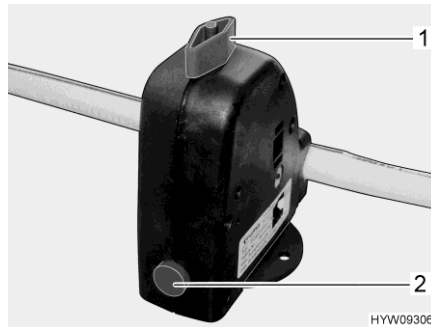

Fig. 214 Valve de sécurité et de vidange (chauffe-eau)
Le chauffe-eau est équipé d'une valve de sécurité et de vidange (Fig. 214). La valve de sécurité et de vidange empêche que l'eau ne gèle dans le chauffe-eau lorsque le chauffage n'est pas allumé en cas de gel.
- Fermer la valve de sécurité et de vidange. Tourner pour cela le bouton rotatif (Fig. 214,1) dans le sens transversal par rapport à la valve de sécurité et de vidange et enfoncer le bouton-poussoir (Fig. 214,2).
- Ouvrir la valve de sécurité et de vidange. Tourner le bouton rotatif (Fig. 214,1) dans le sens longitudinal par rapport à la valve de sécurité et de vidange. Le bouton-poussoir (Fig. 214,2) ressort. Le chauffe-eau est vidé à l'extérieur par le biais de la valve de sécurité et de vidange.